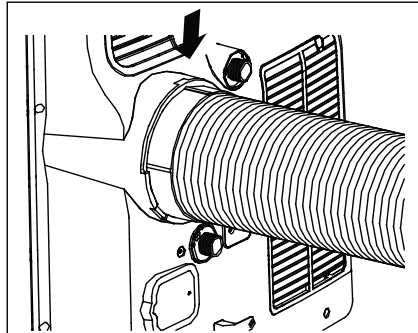

Fig. 8
5. Glissez ce montage sur l'appareil (Fig. 8).